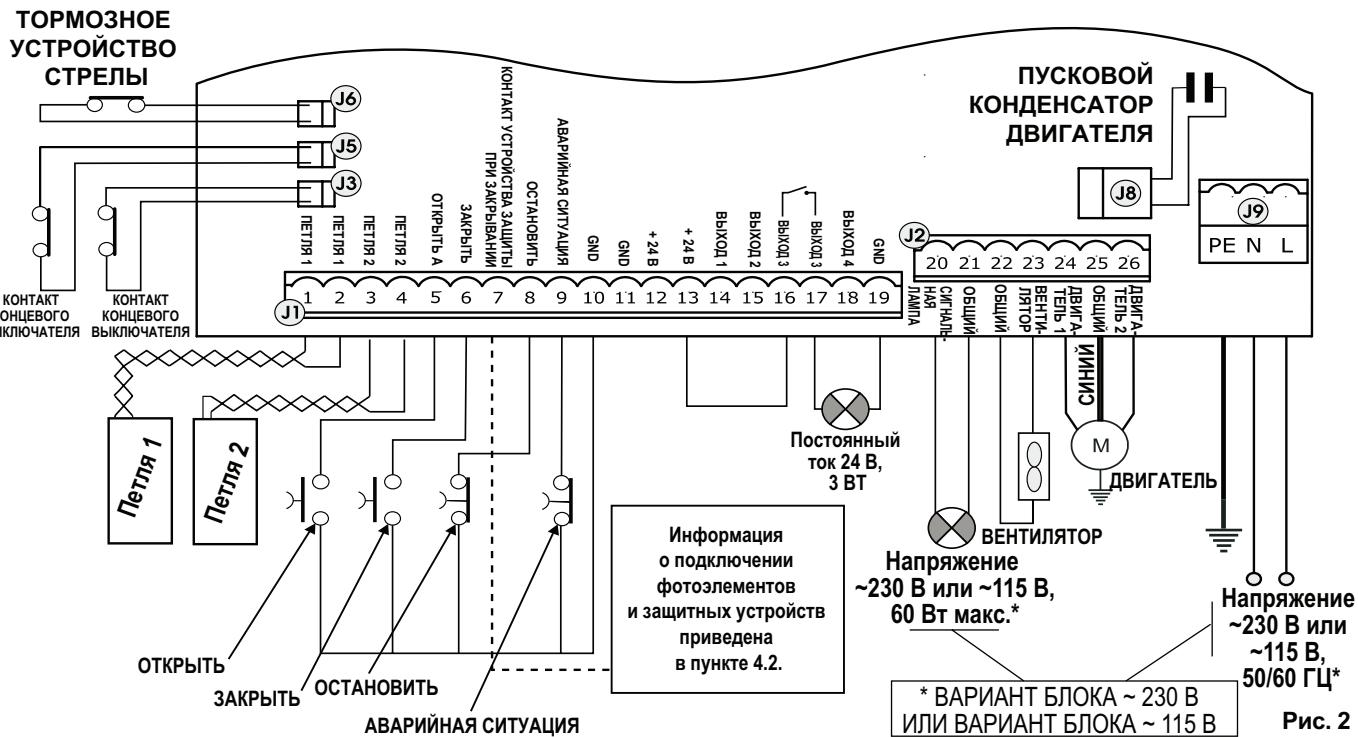

Рис. 2
- Подключите заземляющий кабель к контакту J9 разъема блока (см. Рис.2).
#### 4.1. КЛЕММНАЯ КОЛОДКА J1 - АКСЕССУАРЫ (РИС. 2)
**⚠ Чтобы не ставить под угрозу правильную работу системы, не превышайте мощности, указанные на Рис. 2..**
#### 4.4. КЛЕММНАЯ ПАНЕЛЬ J2 – ДВИГАТЕЛЬ, СИГНАЛЬНАЯ ЛАМПА И ВЕНТИЛЯТОР (РИС. 2)
#### 4.5. РАЗЪЕМ J8 КОНДЕНСАТОРА ДВИГАТЕЛЯ (РИС. 2)
#### 4.6. КЛЕММНАЯ ПАНЕЛЬ J9 – ИСТОЧНИКИ ПИТАНИЯ (РИС. 2)
#### 4.7. БЫСТРОСЪЁМНЫЕ РАЗЪЕМЫ J3, J5 - ДЛЯ КОНЦЕВЫХ ВЫКЛЮЧАТЕЛЕЙ ОТКРЫВАНИЯ И ЗАКРЫВАНИЯ (РИС. 2)
#### 4.8. РАЗЪЕМ J6 – ДАТЧИК ТОРМОЗНОГО УСТРОЙСТВА СТРЕЛЫ (РИС. 2)